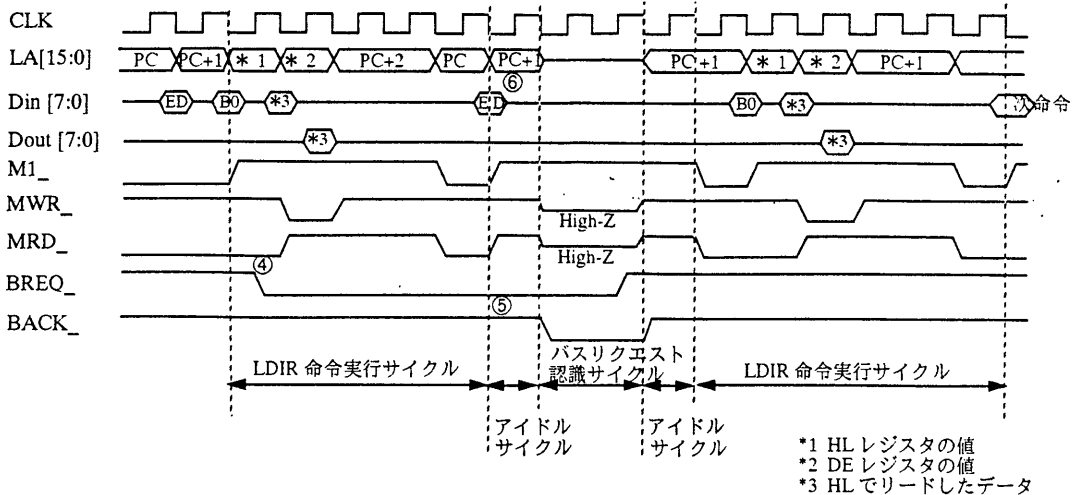

図 5-18 バスリクエスト受け付けタイミング
プリフェッチサイクルは例えば図 5-1 の JP 1000H 命令のように④でプリフェッチしたデータ '77H' は内部で保持してデコードされ実行されますが、割り込み系に関してはプリフェッチされたデータは保持せず、廃棄され割り込みルーチンから復帰後に再び廃棄されたデータのフェッチを開始します。つまり、割り込み認識処理で PC をスタックに PUSH する時に PC をマイナス 1 してセーブし、RETI や RETN 命令での POP 動作で再セットされる PC、すなわち廃棄されたデータの格納されているアドレスからプリフェッチをします。図 5-19 に LDIR 命令実行中にモード 1 割り込みが発生したタイミング図を示します。図中の⑥でプリフェッチされたデータ 'ED' は廃棄され割り込み認識処理へ進みます。そして、割り込み復帰後再びこの 'ED' のプリフェッチから開始されます。なお、バスリクエストサイクルでは通常命令と同じく直前にプリフェッチされたデータは保持されバス解放時に next アドレス(ジャンプ命令時はジャンプ先のアドレス)から処理を開始します。図 5-18 に LDIR 命令実行中にバスリクエスト要求が発生した場合のタイミング図を示します。図中の⑥でプリフェッチされたデータ 'ED' は廃棄されずに保持されバス解放時に 'ED' の次のアドレスからプリフェッチがされていることがわかります。
は、図 5-18 に示すように LDIR 命令実行中の④でリクエストが発生していますが、LDIR 命令の最後のバスサイクルである⑤で受け付けられます。注意するのは、各バスサイクルの切れ目ではなく命令サイクルの切れ目であることです。